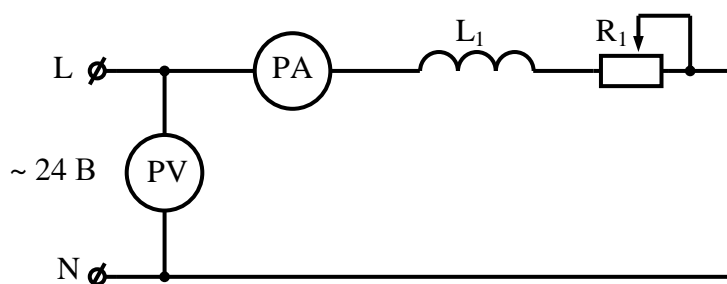

Рисунок 15.1 – Неразветвленная цепь с постоянным реактивным и переменным активным сопротивлениями
3. Рисунок 15.1 – Неразветвленная цепь с постоянным реактивным и переменным активным сопротивлениями.